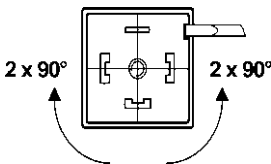

Figure 4: Rotation de la plaque de raccordement
- Glissez soigneusement une lame de tournevis sous la plaque de raccordement et faites levier (figure 4).